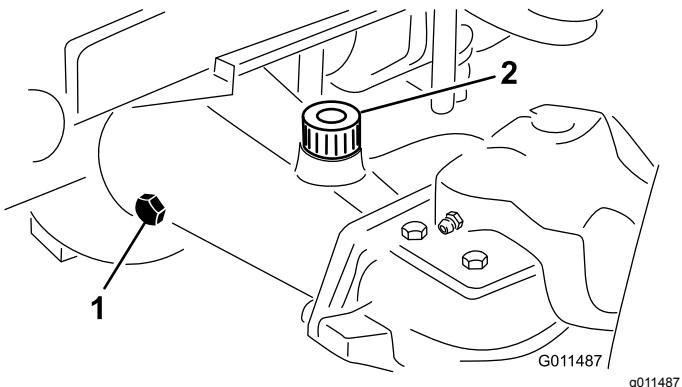

Figura 106
2. Retire o tampão de verificação que se encontra na extremidade do eixo e certifique-se de que existe lubrificante até ao fundo do orifício (Figura 106).